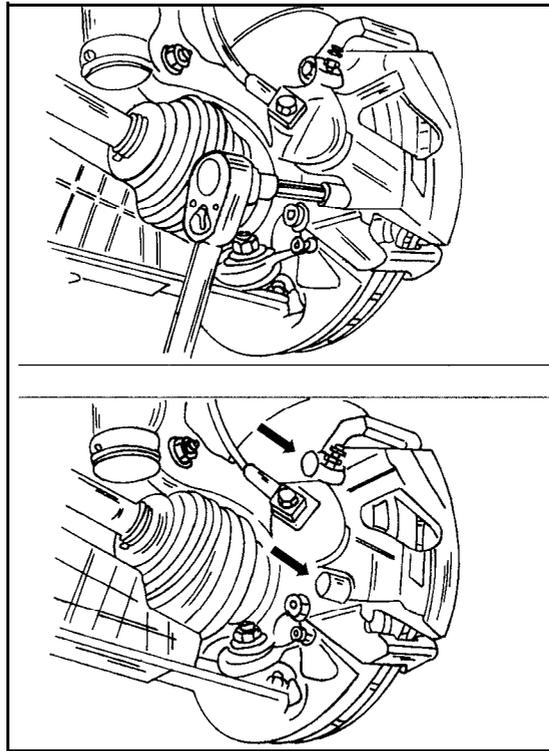

Bild 315
- Das Zylindergehäuse vorsichtig über die Bremsklötze setzen und die Schrauben durch den Bremssattel in den Bremssattelträger einschrauben. Die Schrauben mit einem Inbuschlüssel in der in Bild 315 gezeigten Weise mit einem Anzugsdrehmoment von 25 – 30 Nm anziehen. Der Inbuschlüssel muss die im Bild gezeigte Form haben, damit man einen Drehmomentschlüssel ansetzen kann.